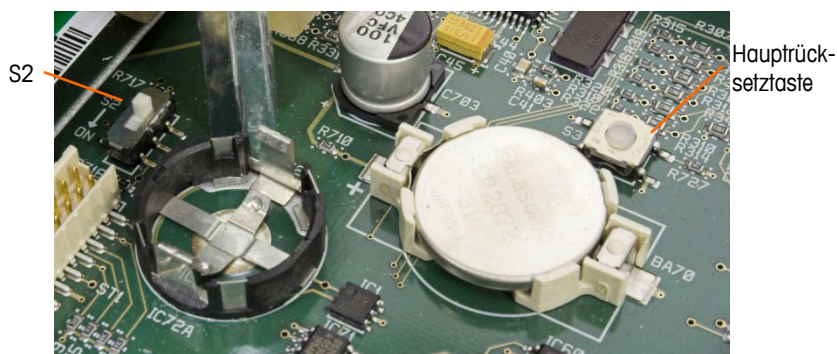

Abbildung 2-38: Position der Hauptrücksetztaste auf der Hauptplatine
Um die gesamte Programmierung im Terminal zu löschen und alle Einstellungen auf die Werkstandardwerte zurückzusetzen wird die Hauptrücksetztaste neben der Batterie gedrückt. In Abbildung 2-38 ist die Position dieser Taste umkreist. Dieses Verfahren wird im IND780 Technischen Handbuch, Kapitel 4, **Service und Wartung**, beschrieben.
- Um auch Waagendaten zurückzusetzen, muss S2 (in Abbildung 2-38 in der AUS-Position dargestellt) in die AN-Position gebracht werden, bevor die Hauptrücksetzung stattfindet.